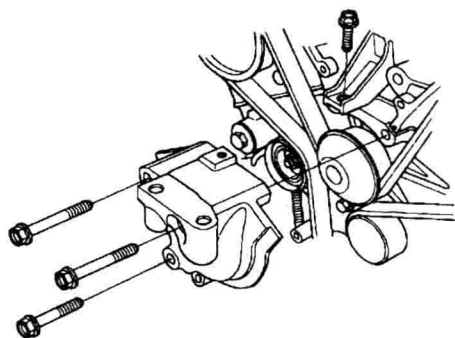

图 1-1-12 拆卸发动机侧面安装支架的下半部分
15. 按照图 1-1-12 所示, 拆卸发动机侧面安装支架的下半部分。